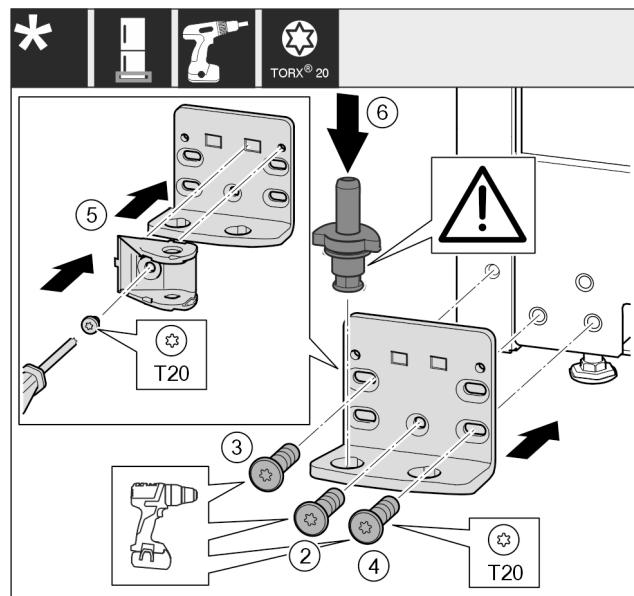

Fig. 39
- ▶ Lagerbock auf der anderen Seite ansetzen und mit Hilfe eines Schraubendrehers anschrauben. Mit der Schraube Fig. 39 (2) unten in der Mitte beginnen.
- ▶ Schraube Fig. 39 (3) und Schraube Fig. 39 (4) fest-schrauben.
- ▶ Schließdämpferverbindung Fig. 39 (5) um 180° drehen. Auf der anderen Seite des Lagerbocks mit Schraubendreher anschrauben.
- ▶ Lagerbolzen Fig. 39 (6) komplett einsetzen. Dabei darauf achten, dass der Rastnocken nach hinten zeigt.